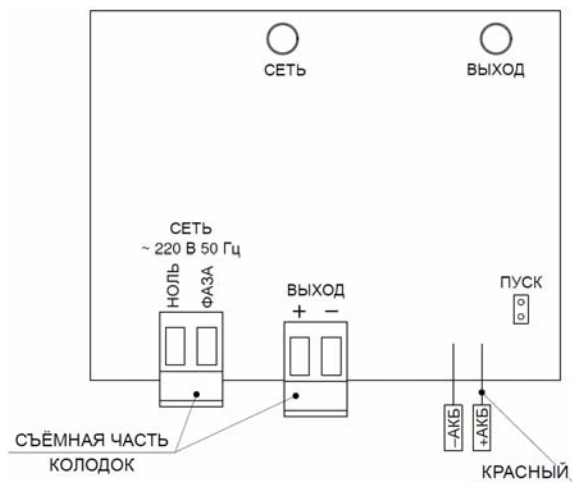

Рисунок 1 - общий вид платы изделия.
Конструктивно изделие представляет собой плату и трансформатор, размещённые в пластиковом корпусе. При открытой крышке (см. рис. 1) осуществляется доступ к плате с установленными на ней светодиодами СЕТЬ и ВЫХОД (светодиоды видны и при закрытой крышке сквозь прорези в корпусе); колодками СЕТЬ и ВЫХОД, перемычками АКБ+ и АКБ- для подключения АКБ и парой контактов ПУСК. АКБ устанавливается в нижней части корпуса изделия.
- подключить провода сети 220 В 50 Гц к колодке СЕТЬ (см. рис. 1) соблюдая фазировку;